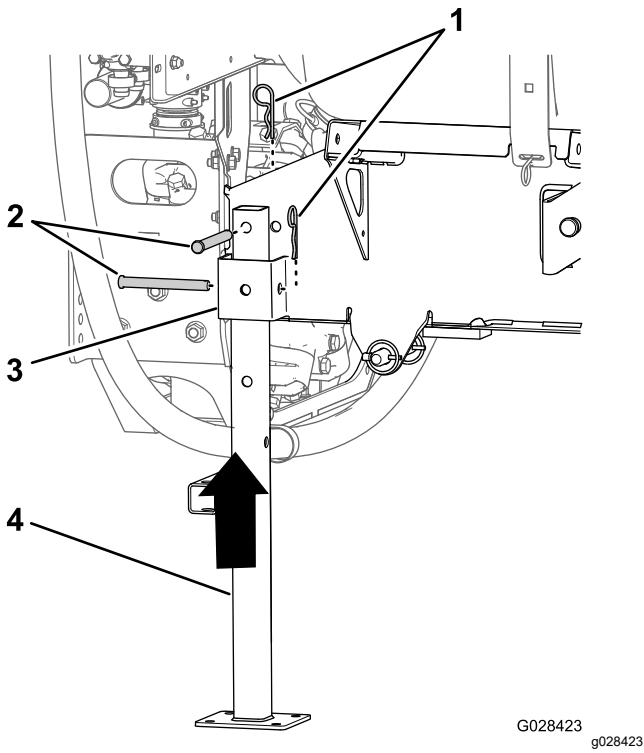

图 134
5. 将后顶车架与后顶车架接收器对齐图 134。
6. 将顶车架顶部的孔与药缸滑轨框架中的孔对齐图 134
7. 如图 134所示用 2 个柱销1/2 x 4-1/2 英寸和 2 个发卡销5/32 x 2-5/8 英寸将顶车架固定到接收器和框架。